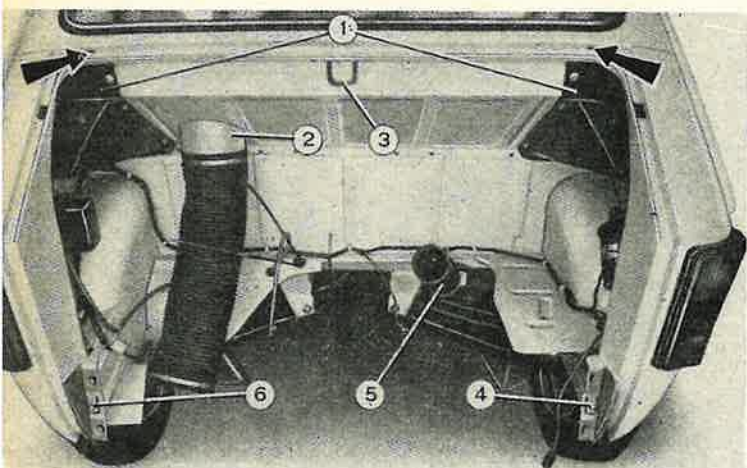

Fig. 64. — Vue du compartiment moteur (groupe moto-propulseur avec traverse arrière déposée).
- Enlever l'écrou se trouvant sur l'axe de la charnière droite (fig. 64).